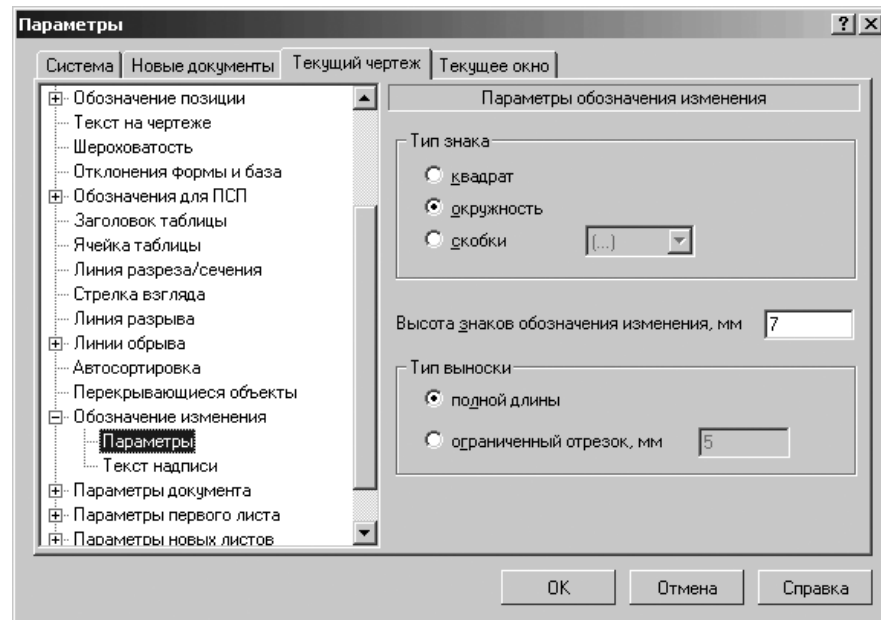

Рис. 10.76. Диалоговое окно **Параметры** с открытой вкладкой **Новые документы (Текущий чертеж)** и панелью **Параметры обозначения изменения**
- щелкните в списке настраиваемых элементов **Обозначение изменения** по пункту **Параметры**. В правой части появится панель **Параметры обозначения изменения**, показанная на рис. 10.76;